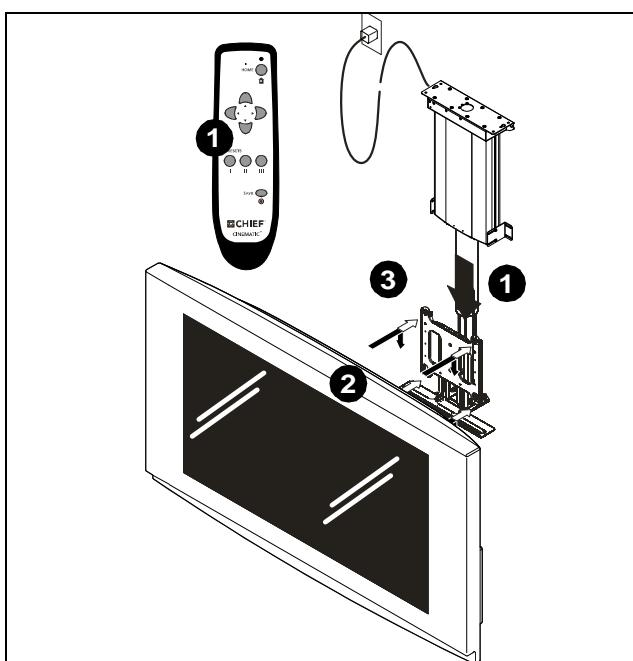

рис. 18
2. Поддерживая монитор с двух сторон, выровняйте положение четырех монтажных крепежей на мониторе или соединительный кронштейн с четырьмя монтажными отверстиями на лицевой панели. (см. рис. 18) и (см. рис. 19)
3. Опустите монитор на место до щелчка, чтобы убедиться, что поверхность с выемкой монтажных крепежей правильно установлена в нижней части монтажных отверстий и сработал механизм защелкивания. (см. рис. 18) и (см. рис. 19)